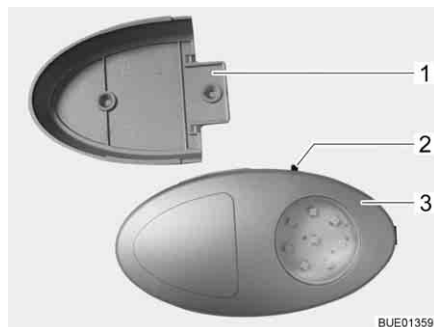

Bild 64 Klädskåpslampa
- ▷ Klädskåpslampan kan dras ut från skruvhållaren (Bild 64, 1) och användas som ficklampa.
På-/av-brytaren (Bild 64,2) sitter direkt på klädskåpslampan (Bild 64,3).